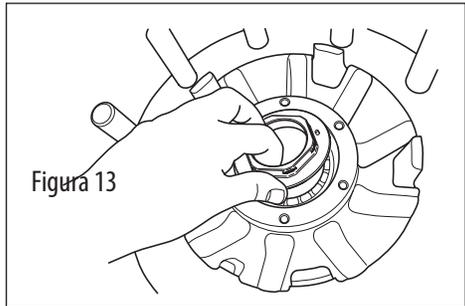

Figura 13
2. Coloque la tuerca de husillo y la arandela contra el balero externo (vea la figura 13).